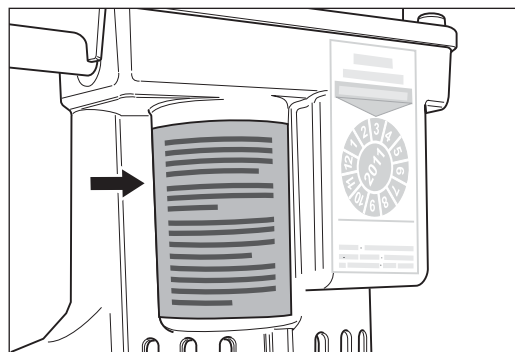

Abb. 15 Den Warnhinweis am Motorgehäuse beachten!
- **Beachten Sie den Warnhinweis am Motorgehäuse (Abb. 15)!**